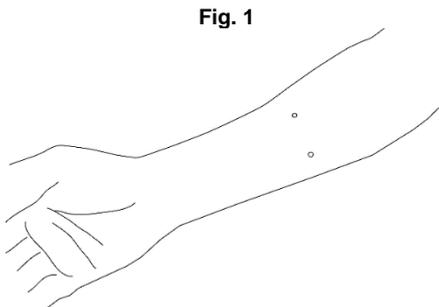

Fig. 1
1. Fare dei segni circolari per i fori di ingresso e di uscita del catetere (fig. 1).